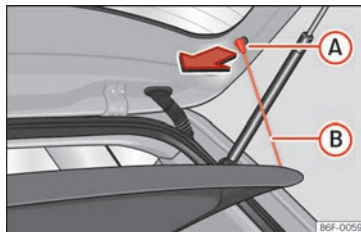

Abb. 167 Im Gepäckraum: Gepäckraumabdeckung aus- und einbauen.
- Hängen Sie die Haltebänder »» (Abb. 167) B aus den Aufnahmen A aus.
- Hängen Sie die Haltebänder »» (Abb. 167) B an der Heckklappe ein.